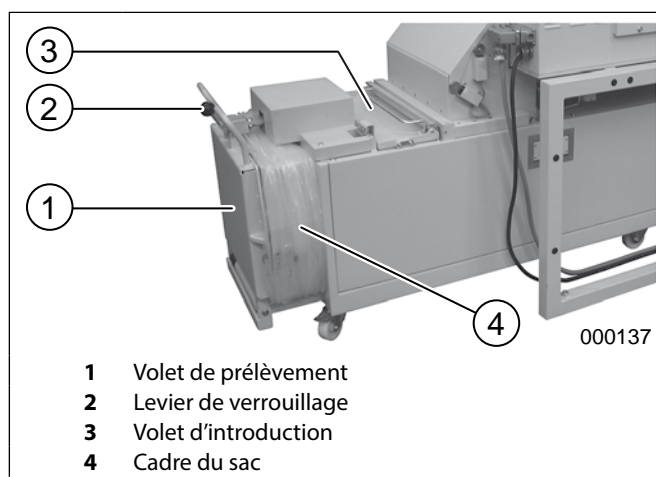

fig. 18 Ouverture du volet de prélèvement
Une pression prolongée sur ce poussoir (au moins pendant 2 secondes) fait légèrement reculer le vérin de compression et fait légèrement avancer le levier de verrouillage (fig. 18/2) (annulation de la pression exercée sur le volet de prélèvement).
Le volet de prélèvement (fig. 18/1) peut alors être ouvert, ce qui est nécessaire lorsque le compacteur a comprimé un balle et que celle-ci est prête pour l'éjection.
1. Ouvrir le volet d'introduction (fig. 18/3).
6. Fermer le volet d'introduction (fig. 18/3).
Ouverture du volet de prélèvement (fig. 18/1):
1. Appuyer sur le poussoir « Ouverture volet de prélèvement » (fig. 13/2). Le vérin de compression recule légèrement et le levier de verrouillage (fig. 18/2) avance légèrement pour relâcher la pression exercée sur le volet de prélèvement.
1. Fermer le volet d'introduction (fig. 18/3).
2. Ouvrir le volet de prélèvement (fig. 18/1).
4. Retirer le sac de son cadre (fig. 18/4).
5. Fermer le volet de prélèvement (fig. 18/1) ainsi que le volet d'introduction (fig. 18/3) si le destructeur de documents doit également être utilisé.